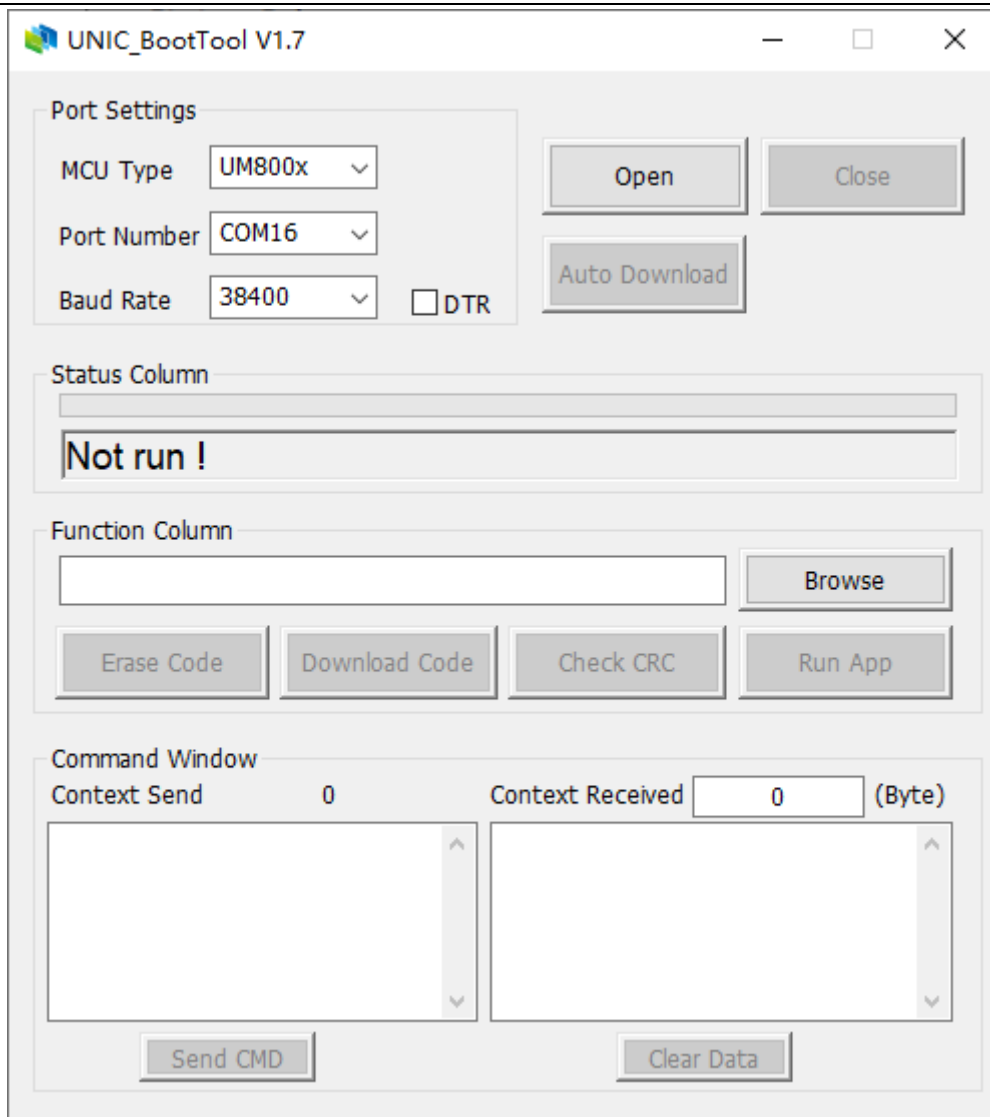

图8 Bootloader的用户下载工具
(2) 打开Bootloader的用户下载工具，界面如图8所示。